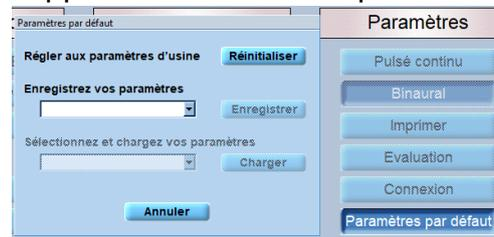

Figure 99
**Réinitialiser** : Tous les paramètres individuels seront supprimés. Revenir aux paramètres par défaut (Figure 99).
**Charger** : Les paramètres individuels qui ont été enregistrés peuvent être chargés pour être utilisés (Figure 99).